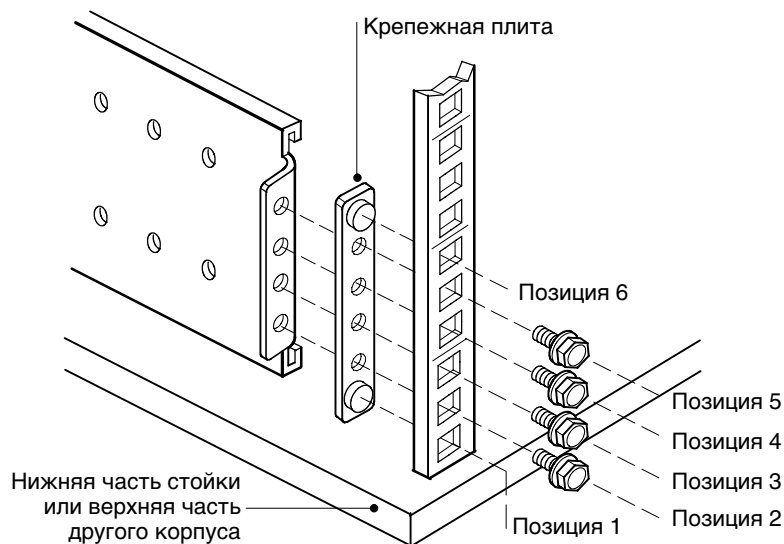

Рисунок 17. Крепление задней направляющей (показана правая направляющая в сборе)
5. Закрепите направляющую на задней части стойки с помощью четырех винтов M5 и крепежной плиты (см. рис. 17).